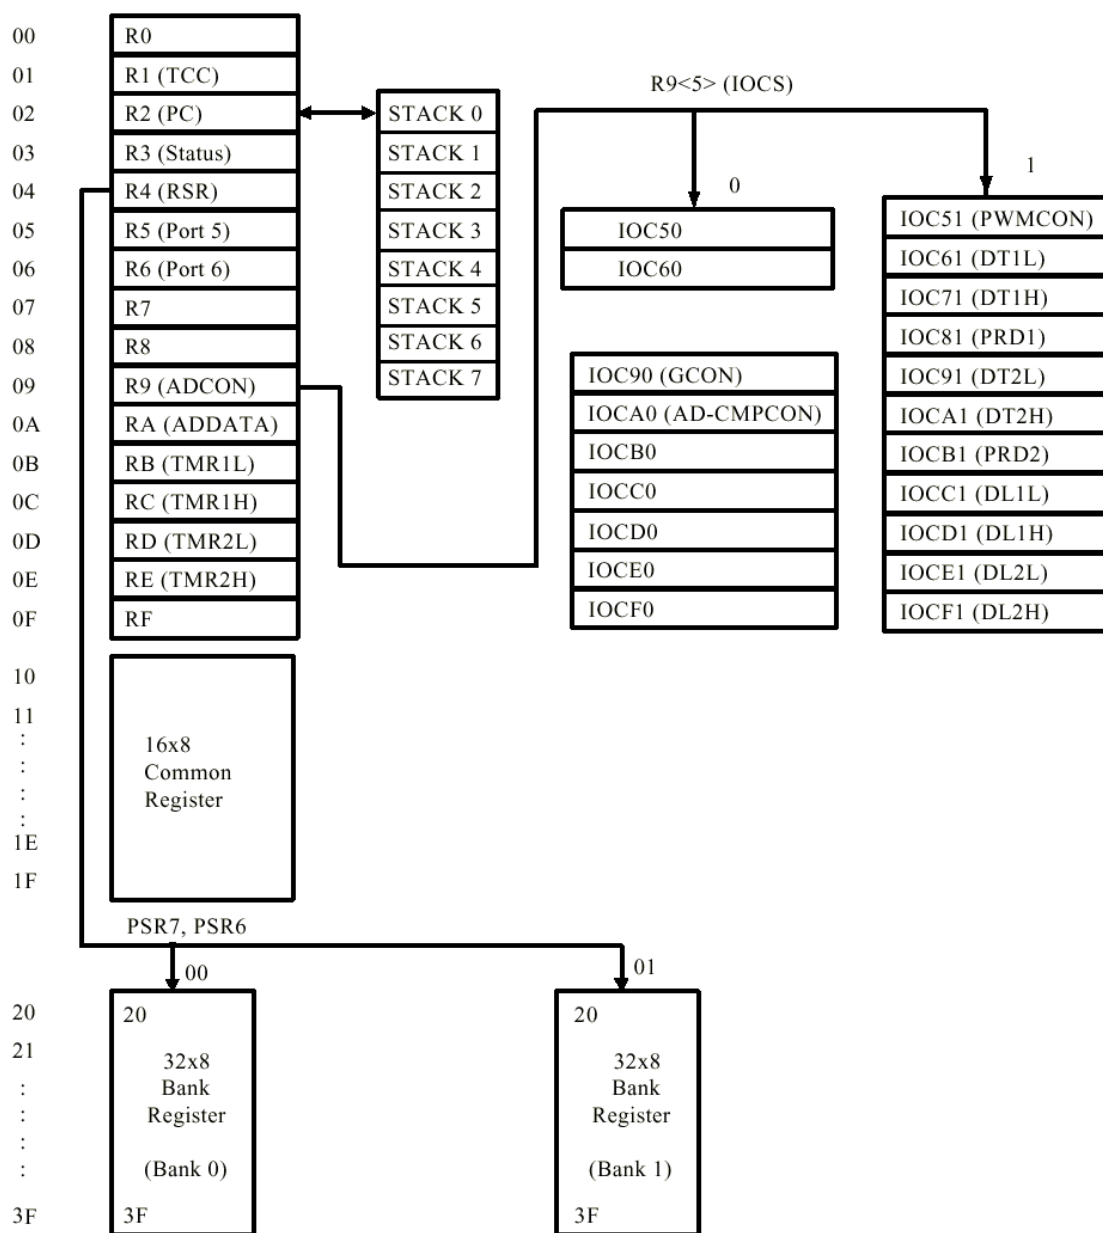

图 4 数据寄存器组成
- ◆ R2 与硬件堆栈为 12 位宽, 结构如图 4 所示。
- ◆ 参见图 4 所示数据存储结构。